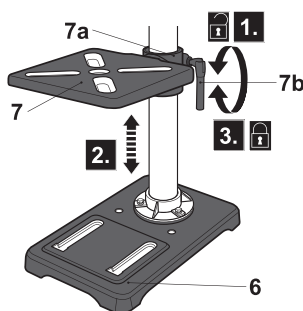

Fig. 13
- > Gire a alavanca de sujeição (7b) para a esquerda para soltar o fixador (7a) (Fig. 13, passo 1).
- > Ajuste a mesa do berbequim (7) à altura desejada (Fig. 13, passo 2) e alinhe a mesa do berbequim com a base (6) e o cabeçal da ferramenta (11).
- > Depois, aperte a alavanca de sujeição (7b) (Fig. 13, passo 3).